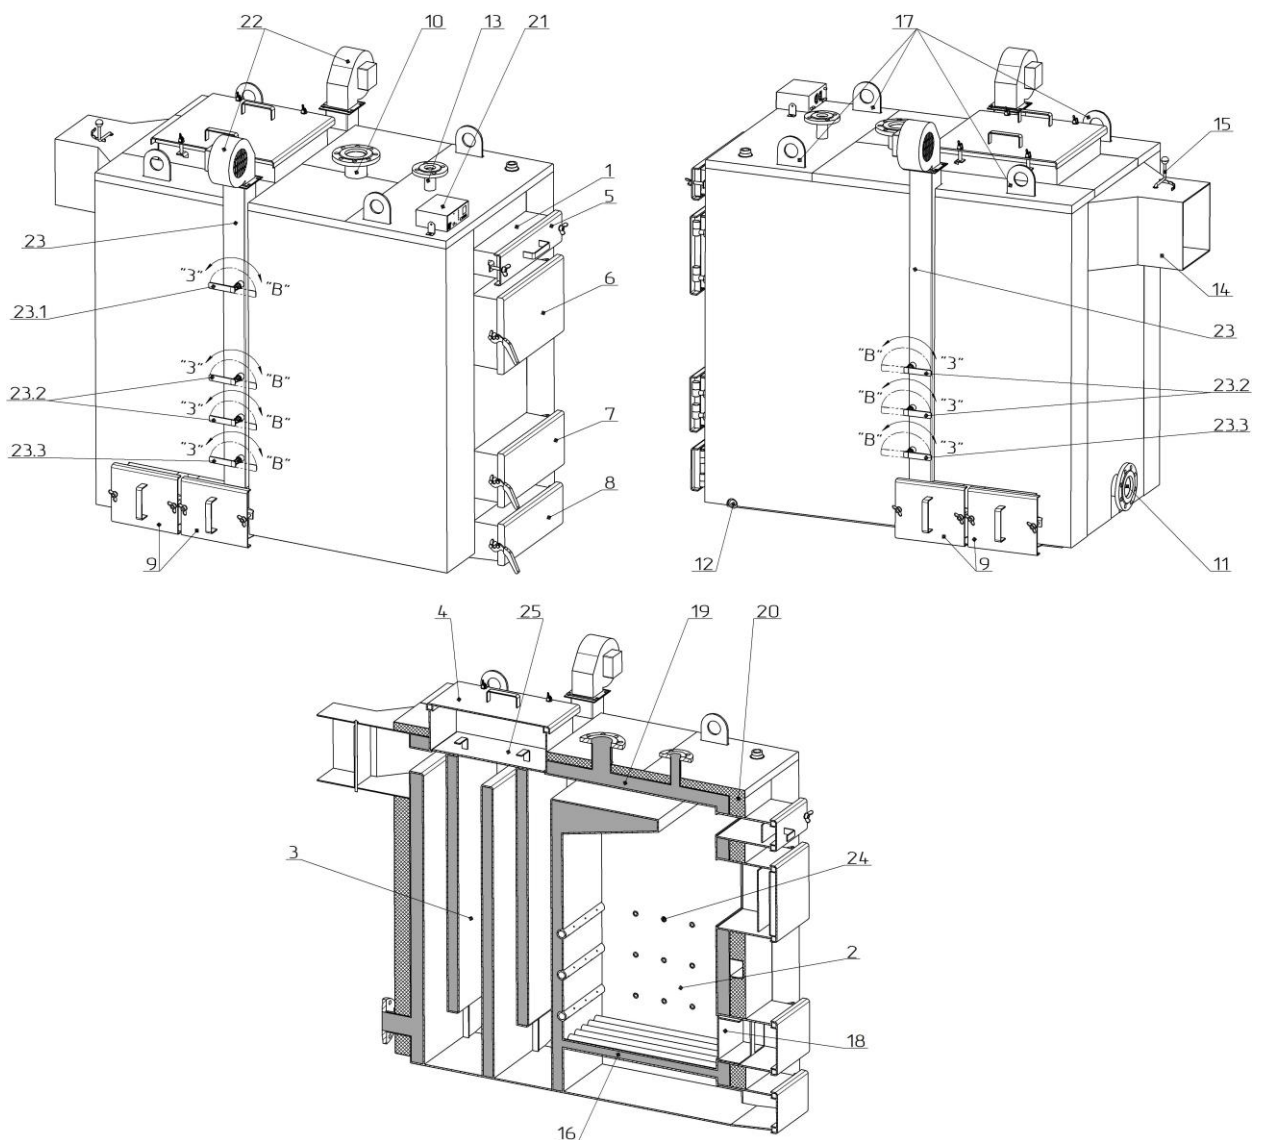

Рисунок 2 - Внешний вид и основные элементы котла
Конструктивно котел представляет собой сборно-сварную конструкцию, состоящую из корпуса (поз. 1, рис. 2) с камерой сгорания (топкой) (поз. 2, рис. 2). Конвекционная часть котла состоит из комбинированного пятиходового теплообменника (поз. 3, рис. 2) - горизонтальной (верхней) полки и четырех вертикальных колодцев.
Корпус котла выполнен в форме параллелепипеда с двойными стенками, которые разделены водными перегородками (поз. 19, рис. 2). На наружной поверхности корпуса под декоративной обшивкой закреплена тепловая изоляция. (Поз. 20, рис. 2).
Топливо для процесса сжигания загружается на колосниковую решетку (поз. 16, рис. 2) через загрузочные дверцы (поз. 6, рис. 2). Колосниковая решетка выполнена из толстостенных бесшовных труб по которым постоянно циркулирует вода из водяной оболочки котла, что делает невозможным их прогорание. Сгорание топлива в топке происходит с участием воздуха, поставляемого по двум каналам подачи воздуха (правым и левым) (поз. 23, рис. 2) приточный вентилятор (поз. 22, рис. 2). Количество воздуха, необходимое для процесса сгорания, регулируется автоматически блоком автоматики управления (поз. 21, рис. 2).
Подводы и отводы теплоносителя осуществляется соответственно через патрубки обратной сетевой воды (поз. 11, рис. 2) и прямой сетевой воды (поз. 10, рис. 2).
Топочные газы выходят в дымоход через боров (поз. 14, рис. 2), расположенный в задней части котла. Боров обустроен встроенным дроссельным клапаном продуктов сгорания - шибером (поз. 15, рис. 2). В случае слишком высокой тяги в дымоходе шибер позволяет ее снизить путем частичного перекрытия выходного отверстия борава.
В верхней части корпуса котла расположен патрубок (в котле 400 кВт - два одинаковых патрубка) для установки предохранительного клапана (поз. 13, рис. 2).
На боковой стенке корпуса в нижней ее части размещен штуцер для слива воды из котла (поз. 12, рис. 2).
Для проведения погрузочно-разгрузочных работ с котлом, в верхней части предусмотрены такелажные элементы (поз. 17, рис. 2).
- на передней стенке котла (поз. 5, рис. 2);
- в верхней части котла (поз. 4, рис. 2);
- на боковой стенке (поз. 9, рис. 2).
- ревизионный дверцы (поз. 7, рис. 2) для периодической чистки колосниковой решетки;
- дверцы зольника (поз. 8, рис. 2) для возможности опорожнения от золы нижней части корпуса котла - зольника.